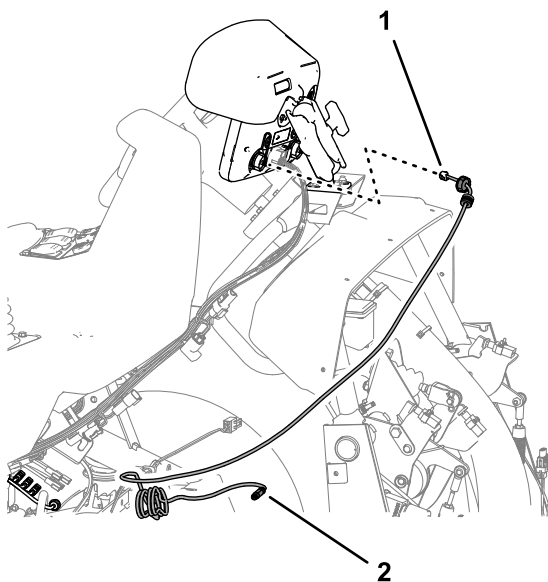

**Figura 57**
3. Sujete el arnés de la antena del módem a la barra antivuelco con 5 bridas, como se muestra en la Figura 57.
1. Enrute el arnés de la antena del módem por la barra antivuelco, como se muestra en la Figura 57.